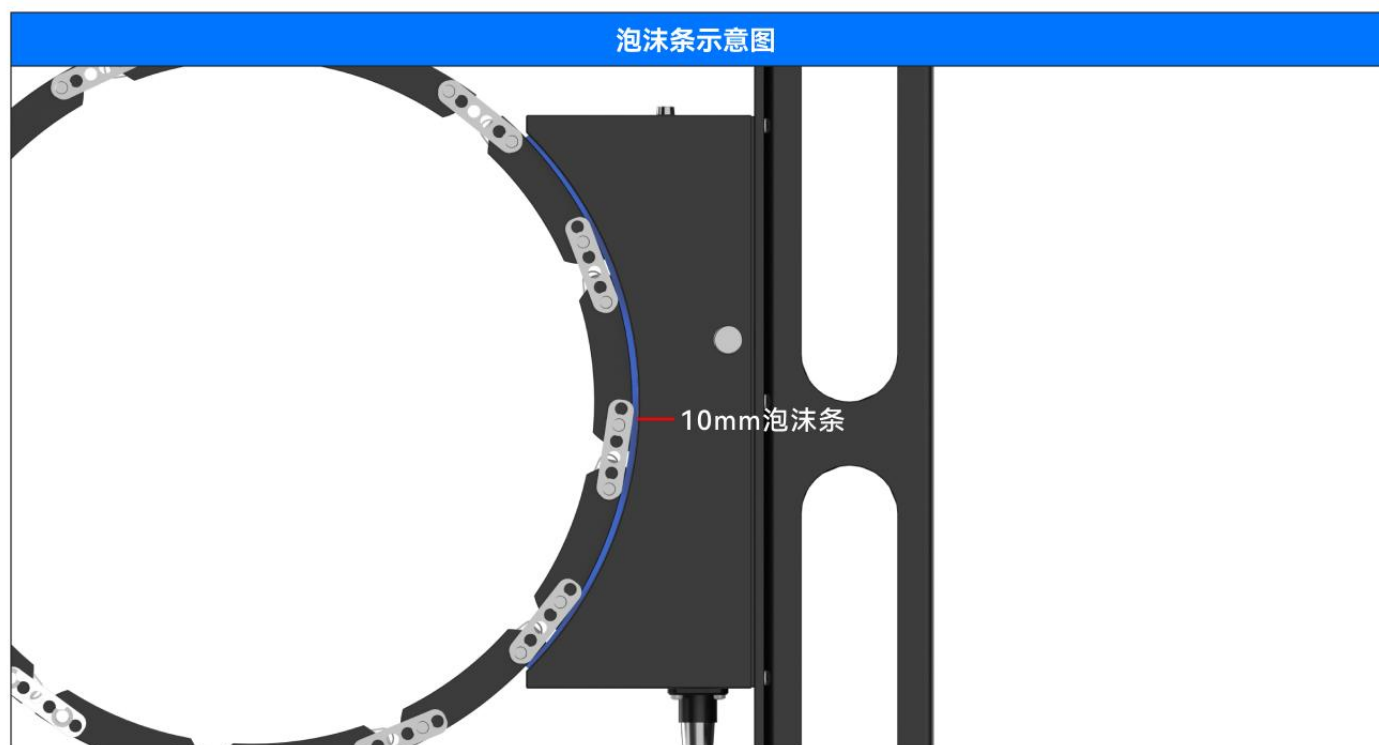

图3.5
3. 将一条大约10mm厚的泡沫条铺在定子的曲面上，面朝上。这将作为一个垫片，为您提供接近最终现场安装的分离间隙。将转子带放置在定子上方的泡沫顶部，如图3.5。